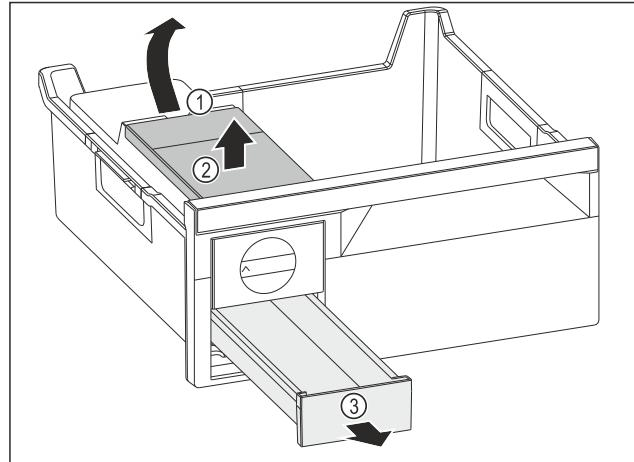

Fig. 77
- Odstranjevanje rezervoarja za vodo: Dvignite rezervoar za vodo za izrez Fig. 77 (1).
- Rezervoar za vodo Fig. 77 (2) dvignite in odstranite.
- Predal za ledene kocke Fig. 77 (3) povlecite naprej in odstranite.